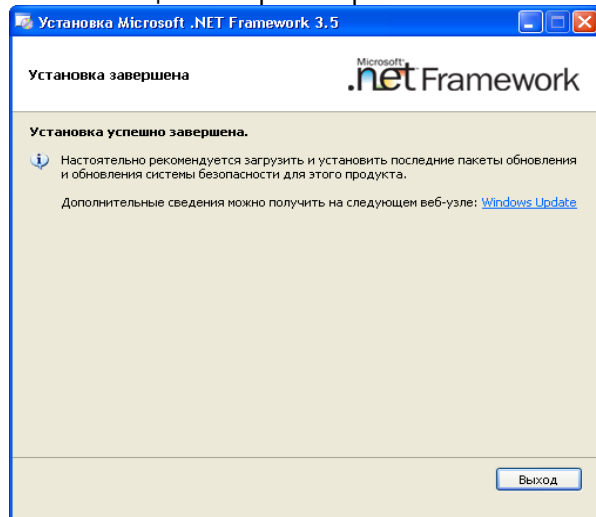

Рисунок 7.5
5) Після встановлення програми "FrameWork_3.5" на екрані ПК з'явиться вікно зі сповіщенням про завершення встановлення (рис. 7.5).